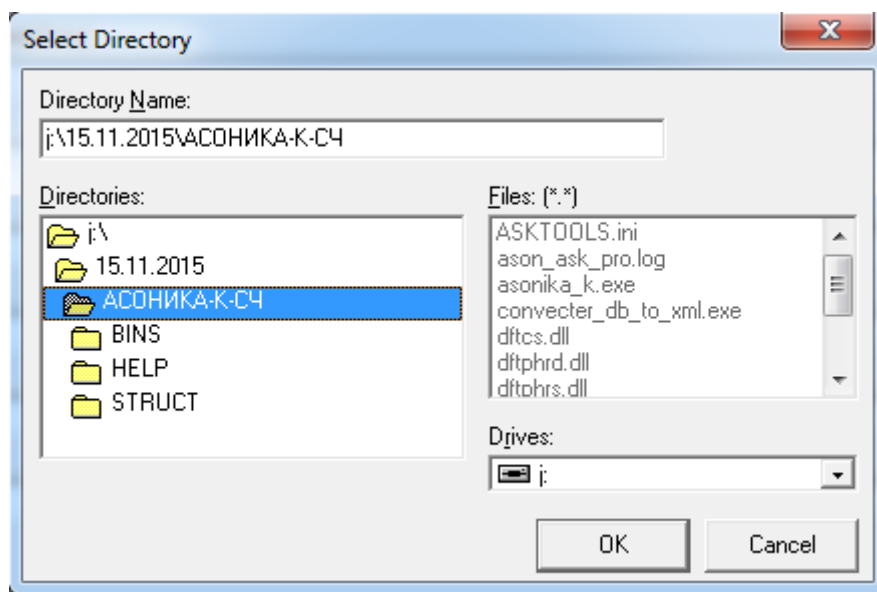

Рис. 3.10. Окно выбора папки проекта
- В появившемся окне (см. рис. 3.10) выберите нужную Вам папку.